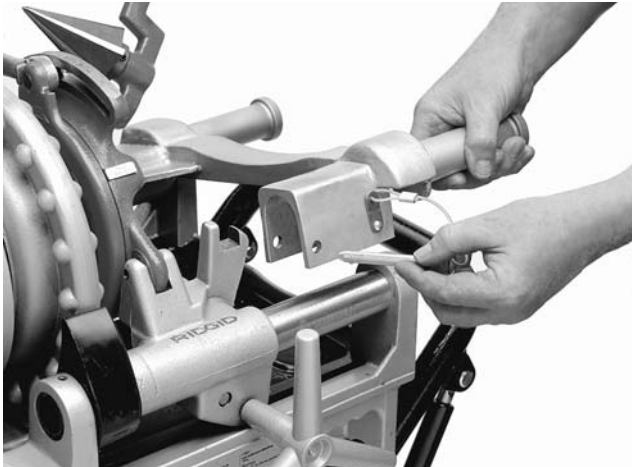

Figura 5 – Montaje del Caballete Adaptador a la Máquina Roscadora No. 300 Compacta
2. Coloque el caballete adaptador sobre los rieles de la 300 Compacta y trábelo en posición empleando el pasador (Figura 5).